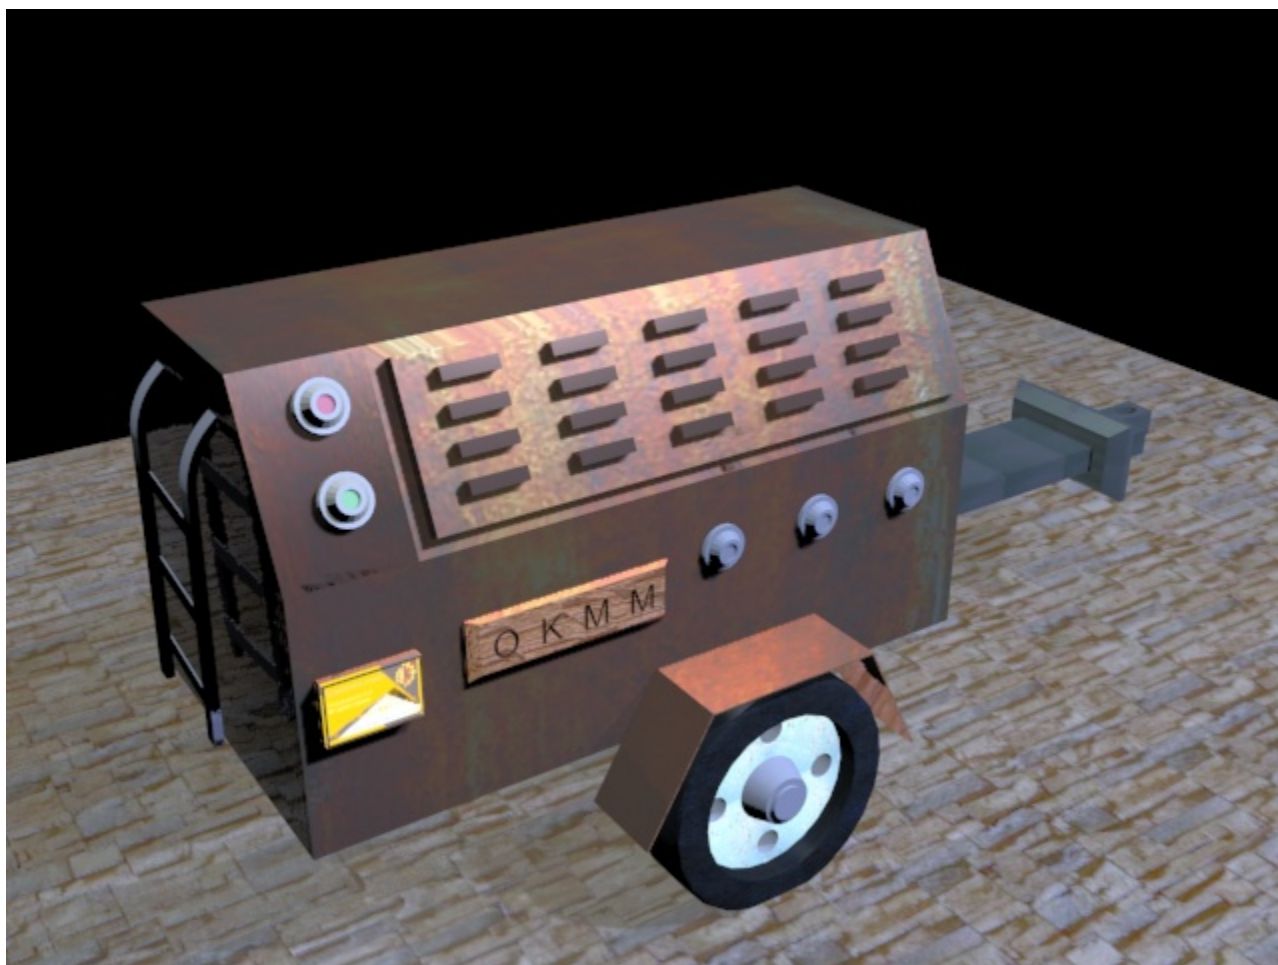

Рис. 2.23 – Надання текстури
20. Надайте відповідної структури всім елементам генератора (рис. 2.23).